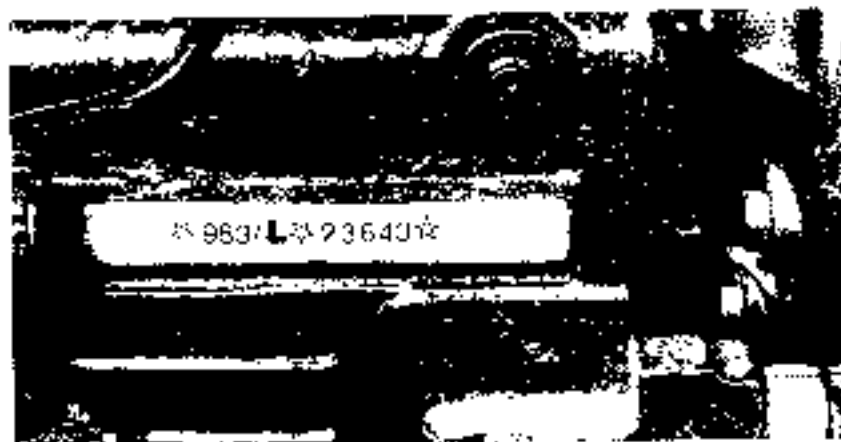

Fig. 2
- 2 numero di matricola del motore (Fig. 2);